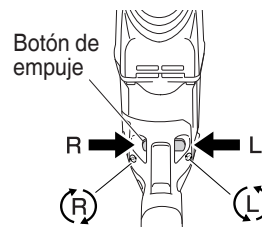

Fig. 6
- La copa de polvo y el colector de polvo (B) son para emplearse exclusivamente en trabajos de perforación de hormigón. No los emplee para trabajar con madera o metal.
- Inserte completamente el colector de polvo (B) en la parte del portabrocas de la unidad principal.
- Cuando ponga en funcionamiento del martillo perforador mientras el colector de polvo (B) esté separado de la superficie de hormigón, dicho colector girará junto con la broca. Cerciórese de apretar el gatillo interruptor después de haber presionado la copa de polvo sobre la superficie de hormigón. (Cuando emplee la copa de polvo con una broca de no más de 7-15/32" (190 mm) de longitud total, el colector de polvo (B) no podrá tocar la superficie de hormigón girará. Por lo tanto, emplee el colector de polvo (B) con brocas de 6-17/32" (166 mm), 6-19/64" (160 mm), y 4-21/64" (110 mm) de longitud total.)
- Vacíe las partículas del colector de polvo (B) después de haber taladrado dos o tres orificios.
- Después de haber extraído el colector de polvo (B), vuelva a colocar a broca.
9. Confirmar la dirección de rotación de la broca (Fig. 6)